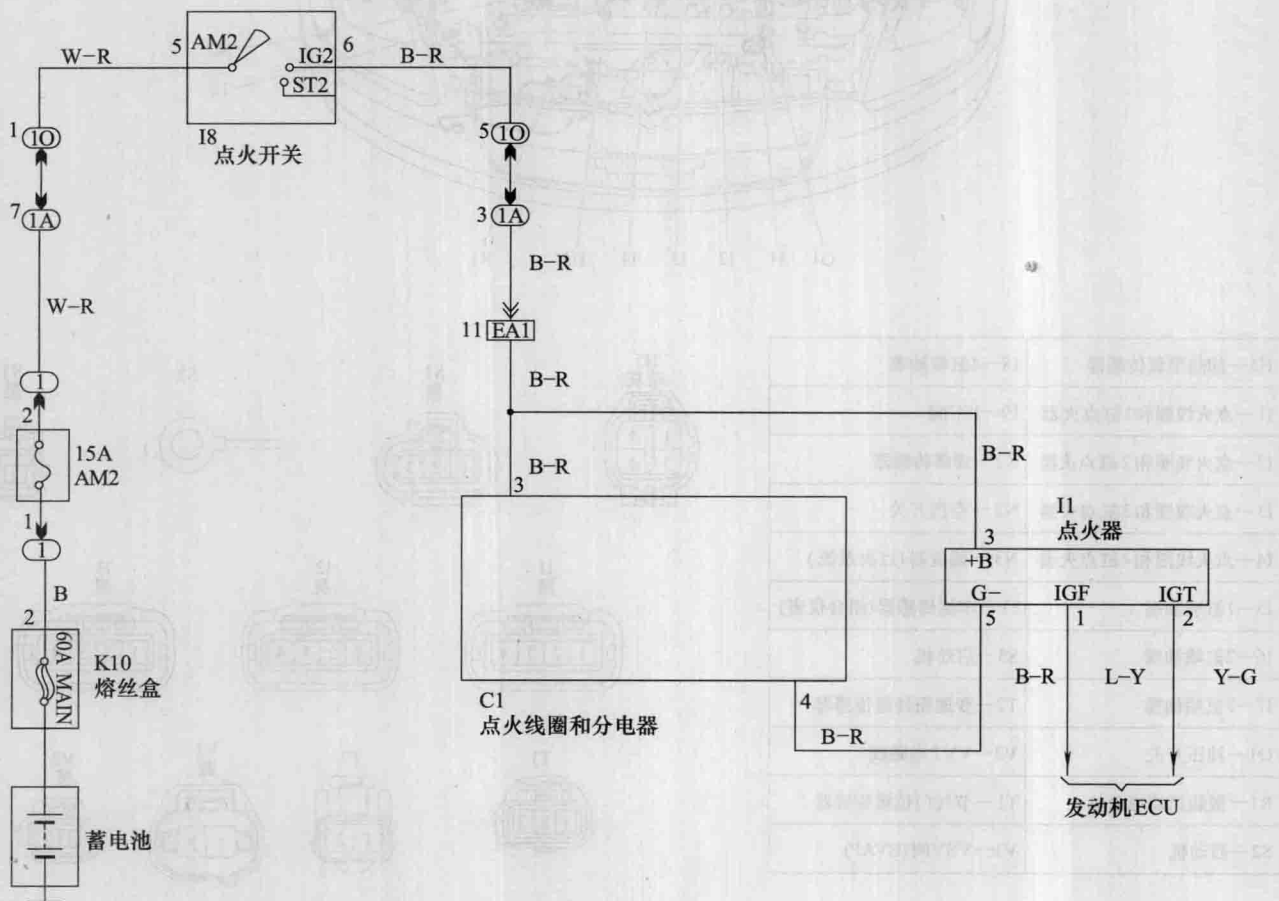

图 1-4 1.3L 8A-FE/1.5L 5A-FE 发动机点火系统电路
1.3L 8A-FE/1.5L 5A-FE 发动机点火系统电路如图 1-4 所示。